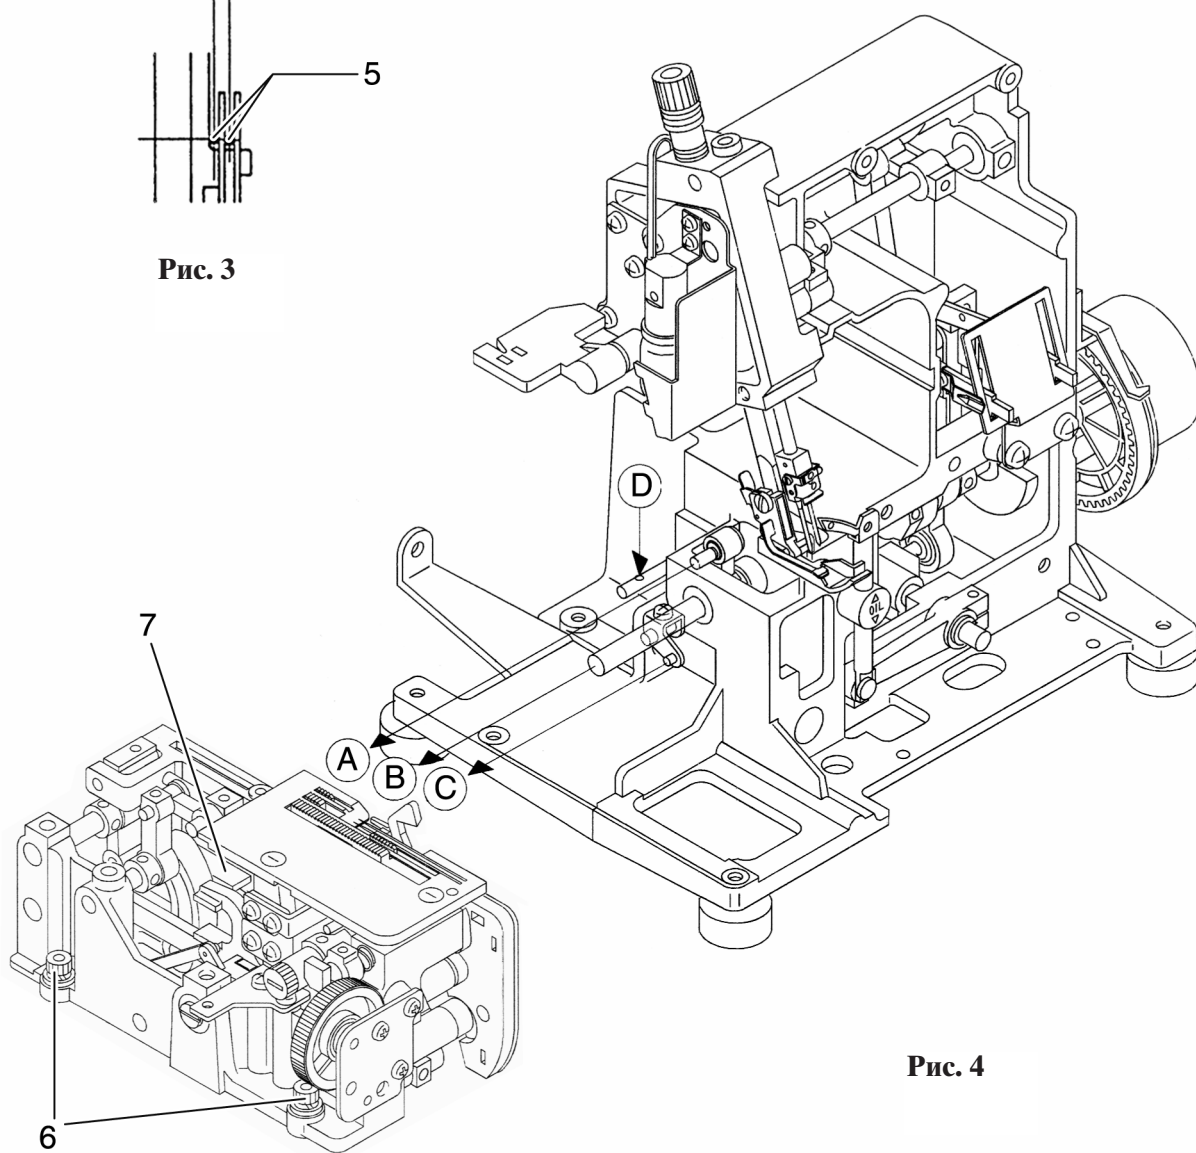

Рис. 4
- Ослабьте крепежный винт 6 (рис.4).
- Затяните крепежные винты 6 (рис. 4).